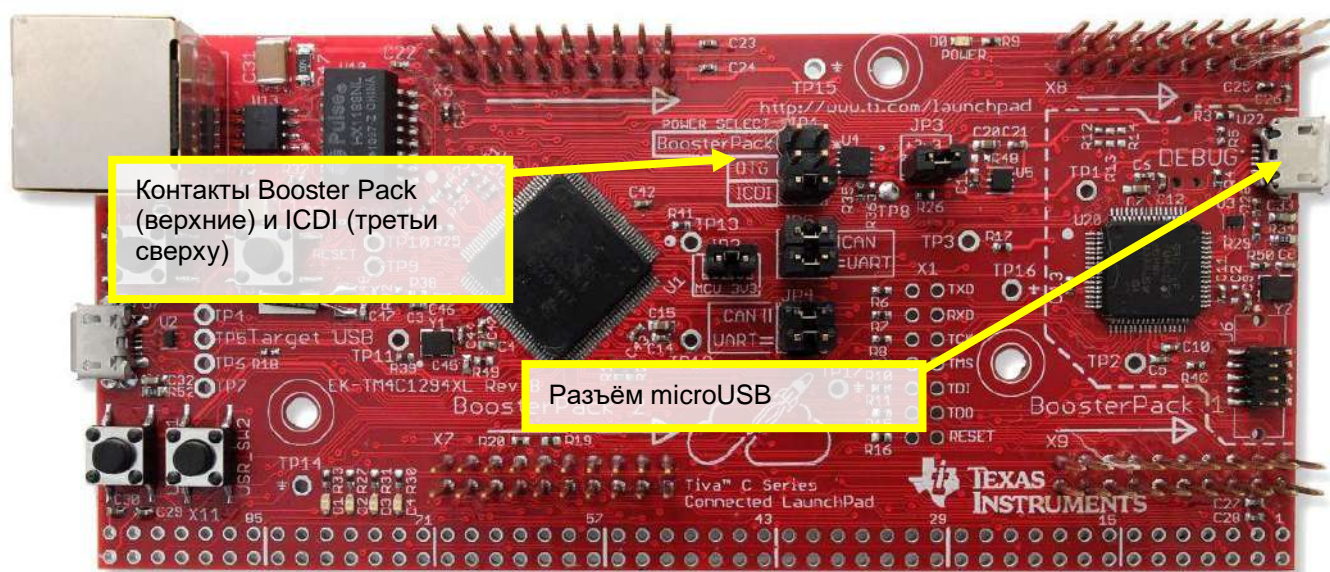

Рисунок 16 – перемещение джампера для прошивки контроллера
5. Переключите джампер Power Select из положения Booster Pack в положение ICDI (рисунок 16). Это переключит питание контроллера с клемм на разъём microUSB.